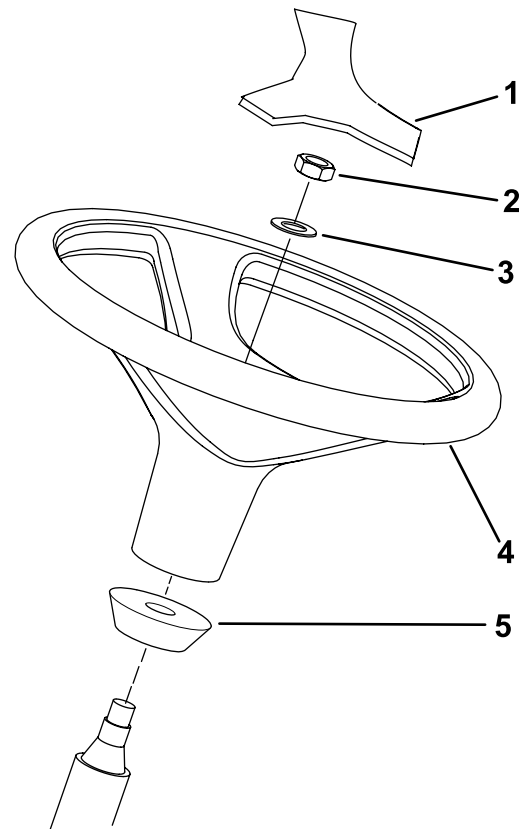

図 13
1. 出荷台からハンドルを外す。図 13
注 ステアリングシャフトについているウレタン製のカラーは外さないでください 図 13。
3. ハンドルとワッシャをステアリングシャフトにはめ込む (図 13)。
5. ハンドルにカバーを取り付ける(図 13)。